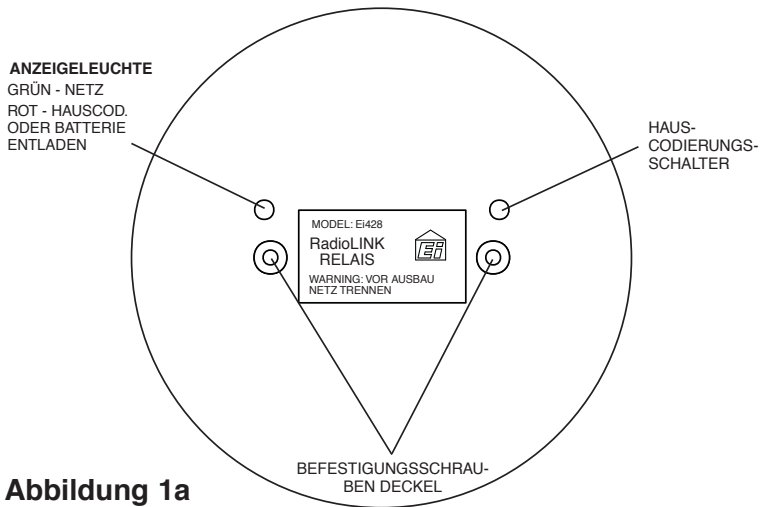

Abbildung 1a
10. Führen Sie einen kleinen Schraubendreher durch das Loch im Deckel. Drücken und halten Sie den Hauscodierungsschalter (siehe Abbildung 1a), bis die Leuchte von Grün nach Rot wechselt. Wenn Sie nun den Schalter loslassen, blinkt die Leuchte eine Weile in rascher Folge rot. Anschließend blinkt die rote Leuchte alle fünf Sekunden. (Die Leuchte ist zweifarbig, d. h. das grüne Licht bleibt an, wenn das rote Licht aus ist, und umgekehrt). Schalten Sie auf diese Weise innerhalb von 15 Minuten (vor Ablauf der Wartezeit) alle anderen RadioLINK-Geräte im Gebäude in den Hauscodierungsmodus (siehe entsprechende Bedienungshinweise).